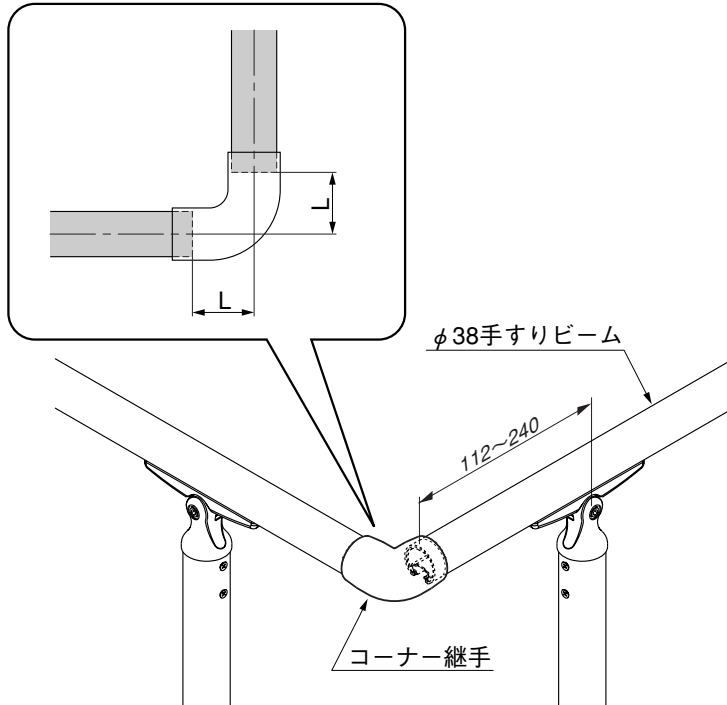

図3-9
① 図3-9、表3-2を参照してφ38手すりビームを切詰めてください。